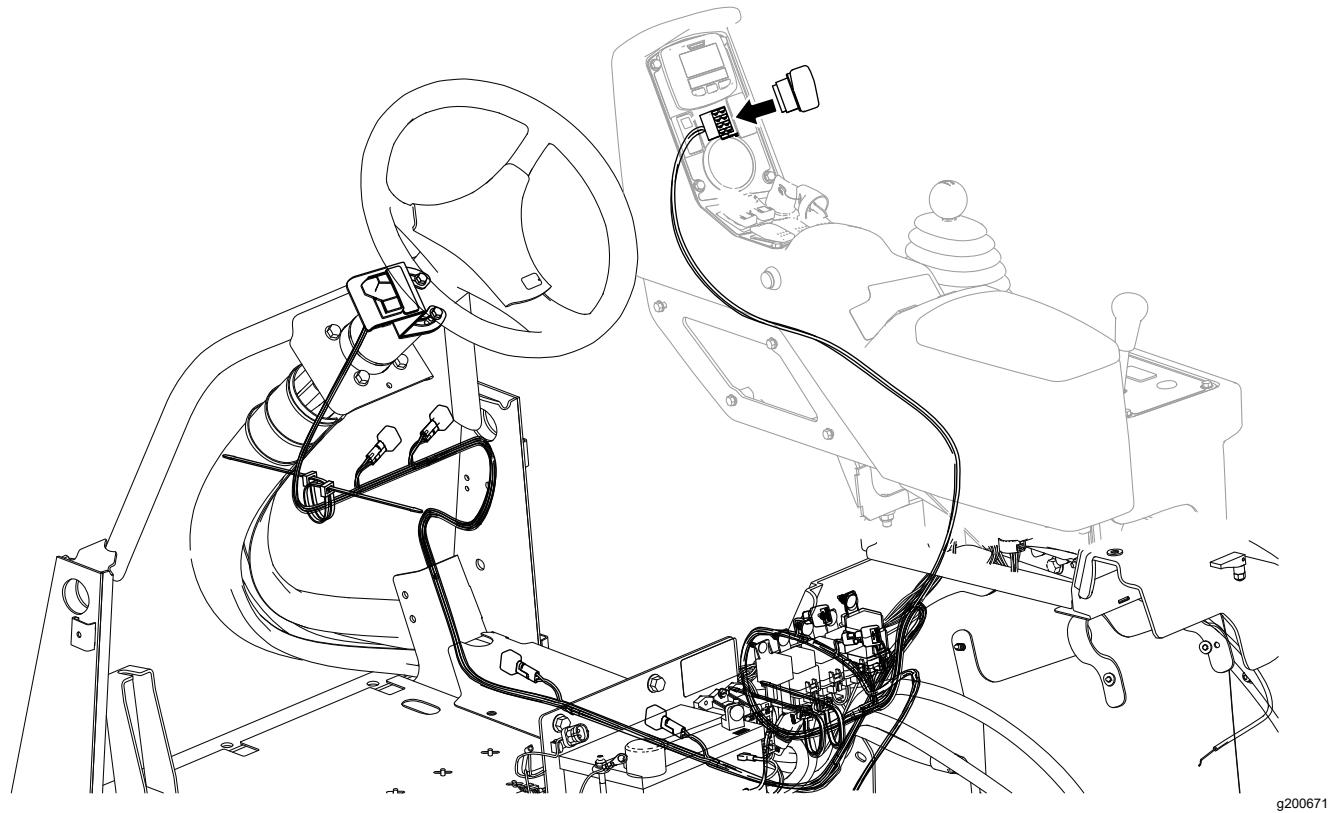

Bild 8
4. Verlegen Sie den Kabelbaum entlang des Maschinenkabelbaums zum Bedienfeld (Bild 8).
5. Schließen Sie den Kippschalter am Kabelbaum an (Bild 8).
Ein/Aus-Schalter für Schaum: Aktiviert den Kompressor, generiert gleichzeitig einen Schaumfluss zu beiden Auslegerabschnitten (Bild 8).